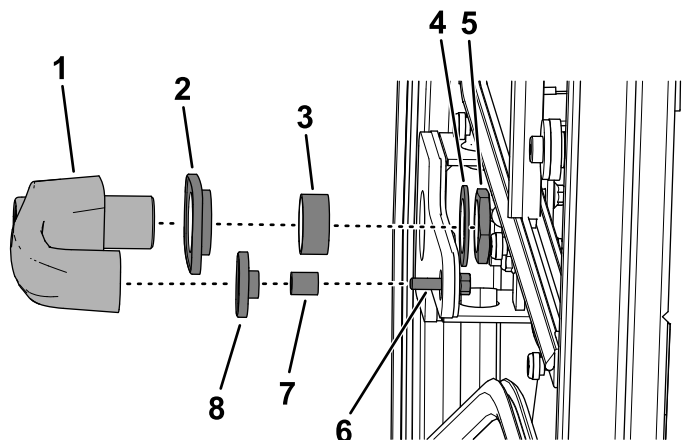

図 2
3. ドアハンドルから、取り付けナット、ワッシャ、フランジヘッドねじ6 x 25mm、スペーサ2個、ハトメ2個を取り外す 図 2。